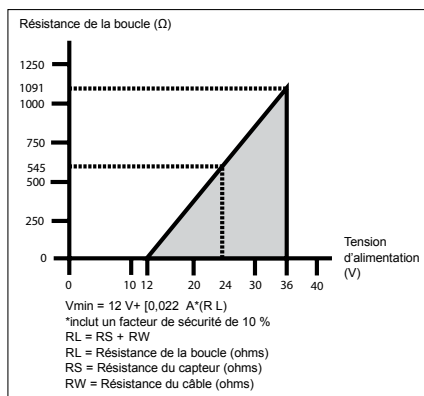

Figure 5 Limites de charge
La tension requise pour une sortie de 4...20 mA dépend de la résistance de la boucle du circuit. Reportez-vous à la Figure 5 indiquant la tension d'alimentation minimum (V_{min}) requise pour une résistance de boucle (RL) donnée.